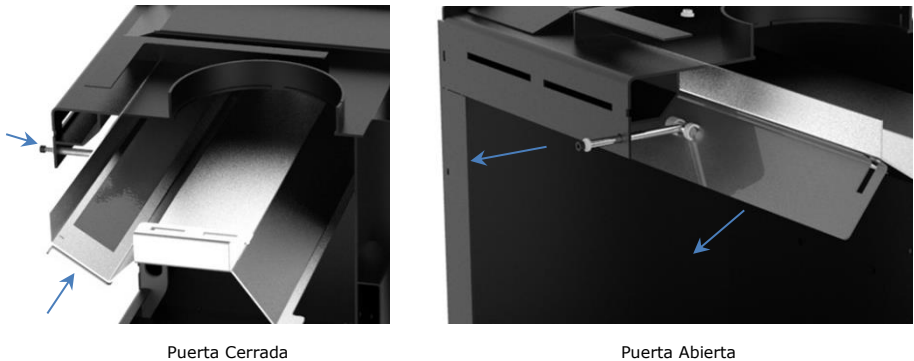

Figura 16 - Pala de humos automática
* Controla el paso/salida del humo cuando se abre la puerta, es decir, cuando el aparato está en funcionamiento y se quiere rellenar con más leña, al abrir la puerta la trampilla se abrirá automáticamente, Figura 16. Esto permitirá un mayor y más fácil paso del humo a través del cuello de la chimenea, evitando el retorno del humo de la unidad a la habitación circundante.